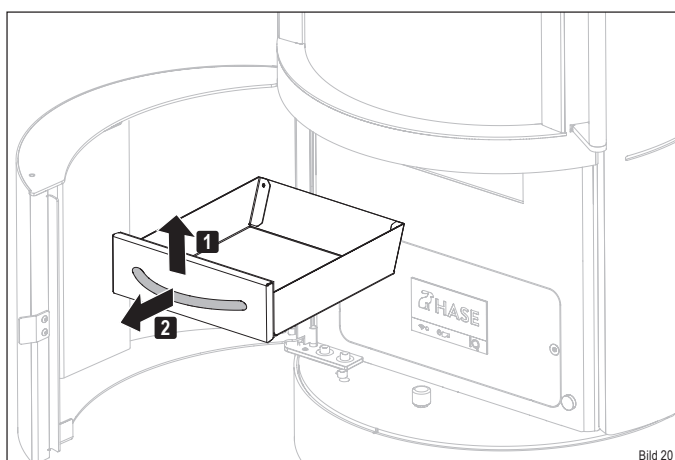

Bild 20
- ▶ Ziehen Sie den Aschebehälter am Griff aus der Öffnung heraus (Bild 20).
- ▶ **Ziehen Sie den Aschebehälter am Griff aus der Öffnung heraus (Bild 20).**